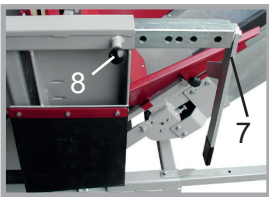

Abb. 12
Dazu ist der Rasterbolzen (8) zu ziehen und der Anschlag in die gewünschte Position zu schieben (Abb.12).